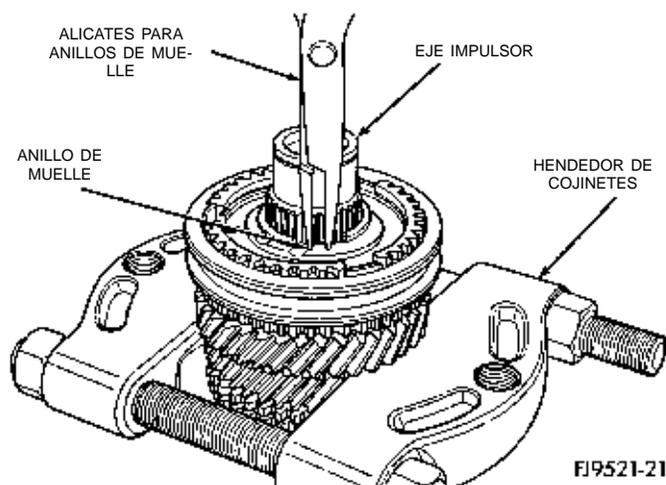

Fig. 96 Instalación del anillo de muelle del sincronizador de 5ta velocidad
- (12) Instale el anillo de muelle del sincronizador de 5ta velocidad (Fig. 96).